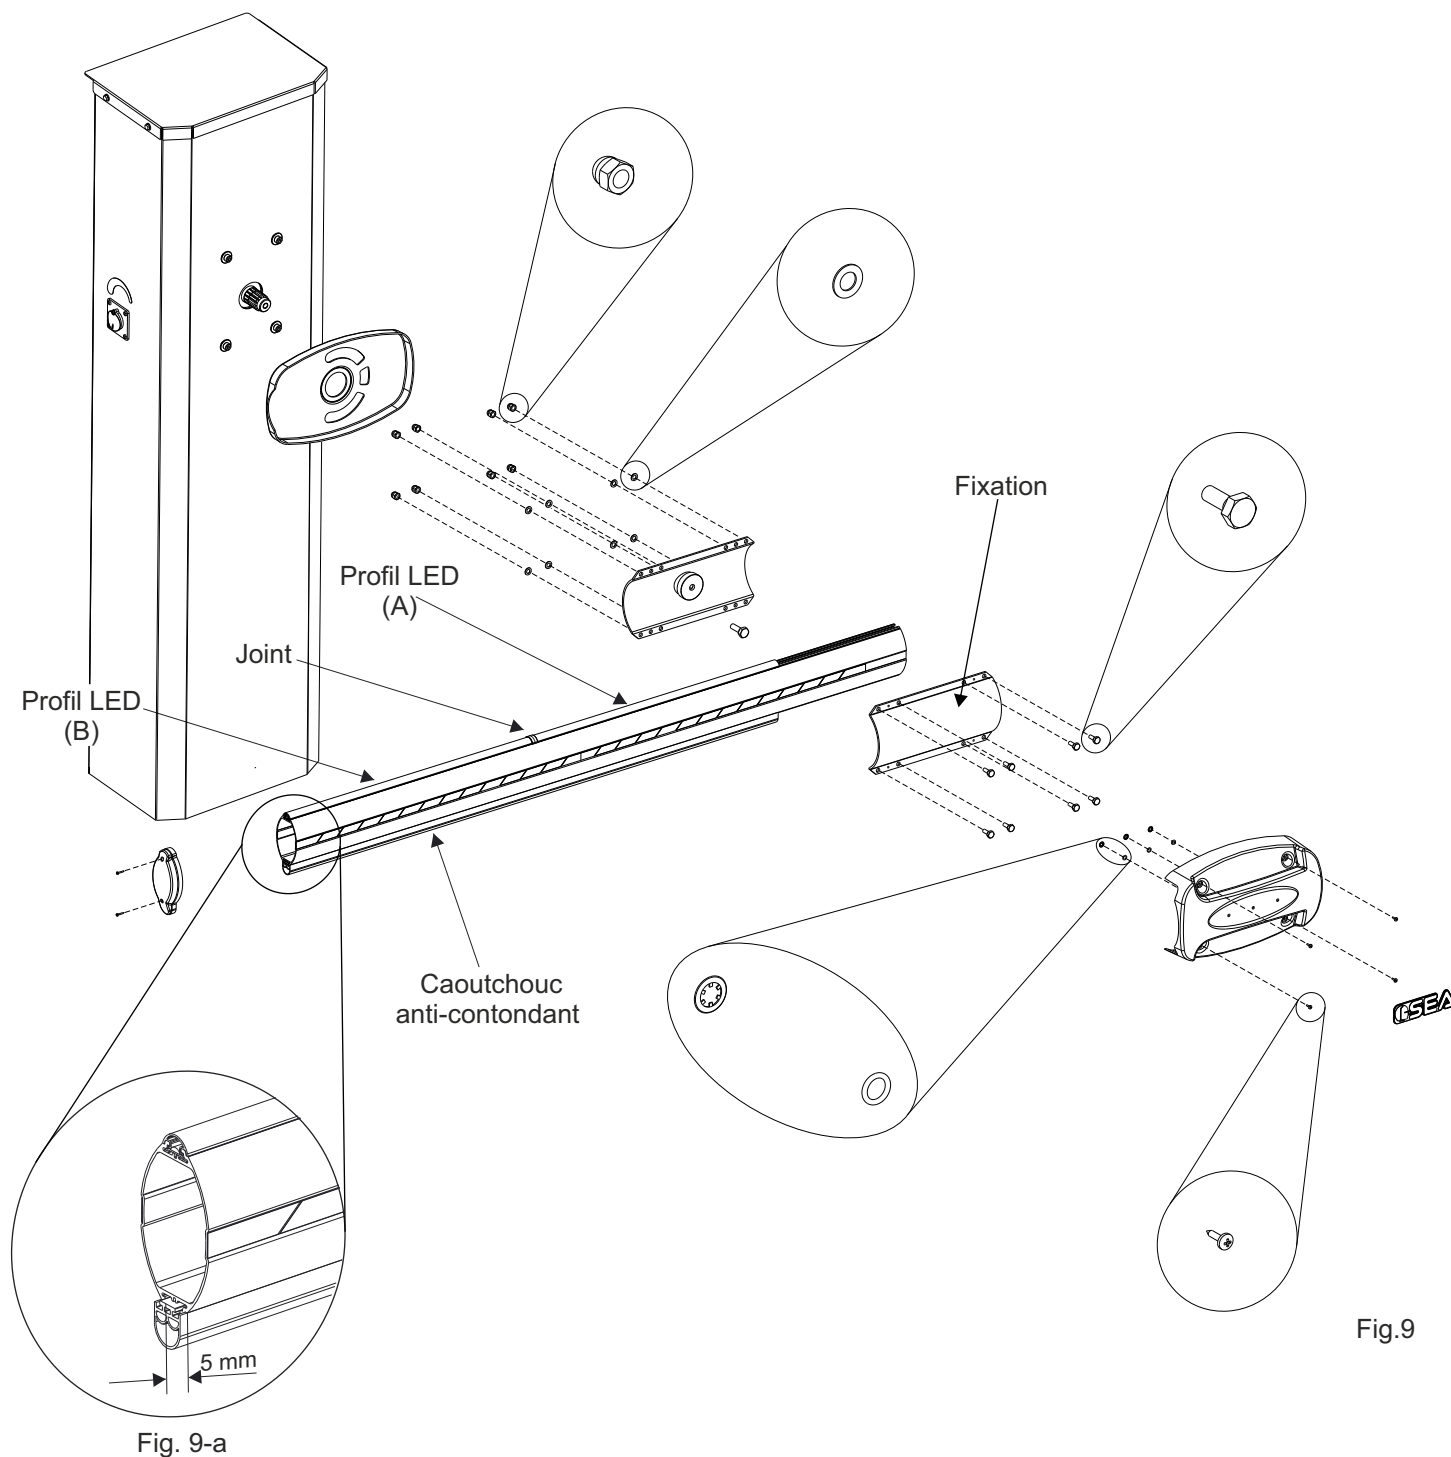

Fig.9
Montez le premier segment (A) du profil LED en le positionnant en butée sur la fixation, montez le joint, ajustez le second segment (B) du profil LED et répétez l'opération pour tous les segments du profil LED jusqu'à couvrir la longueur de la lisse. Le dernier profil LED doit être coupé avec une scie à métaux à l'extrémité de la lisse (Fig.9-a). Intercalez chaque segment de profil LED avec un joint.
Montez le caoutchouc anti-contondant le faisant échapper de 5 mm de la lisse (Fig.9-a).